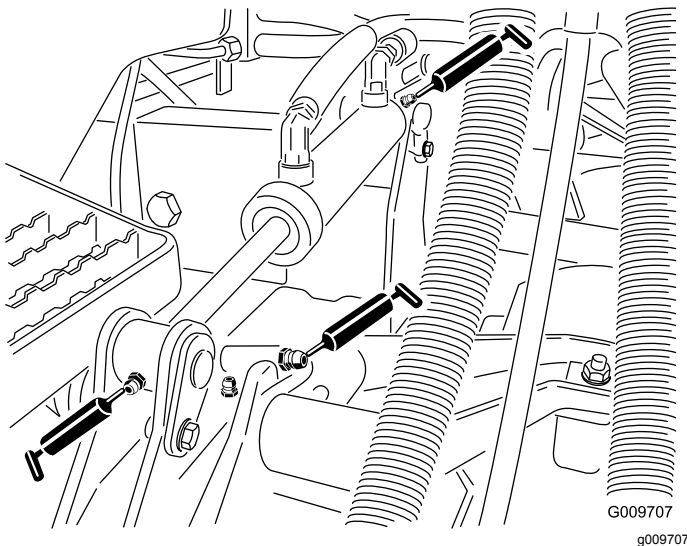

Figure 24
- Bagues de bras de relevage (1 par plateau) (Figure 24).
- Bagues de vérin de relevage (2 par plateau) (Figure 24).